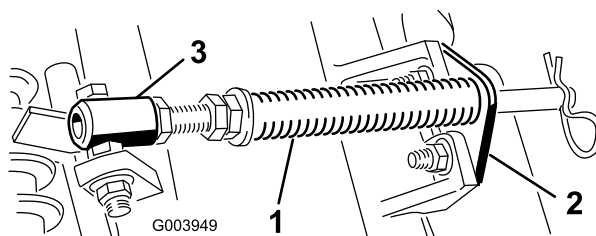

Figura 10
- A. Retire os 2 parafusos de carroçaria e porcas que prendem o suporte da barra aos separadores da unidade de corte (Figura 10).
- B. Retire a porca flangeada que prende o parafuso com cabeça do tubo de mola ao separador da estrutura de suporte (Figura 10).